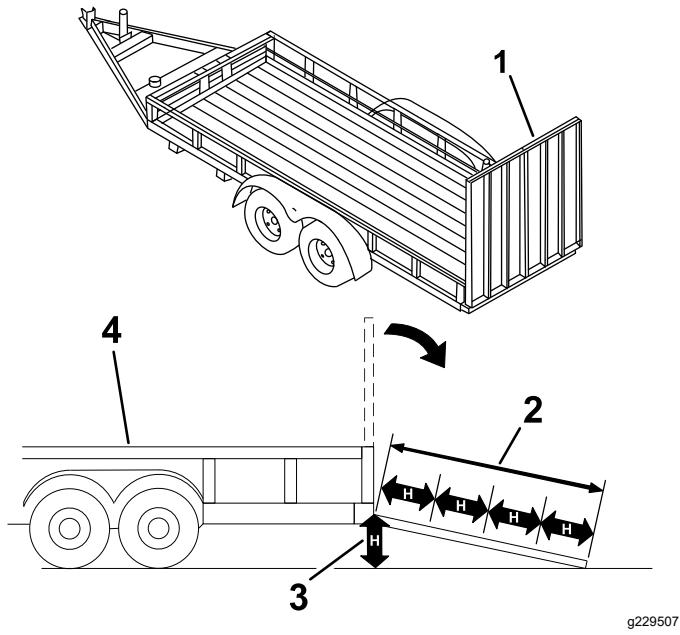

Figura 28
**Cargar o descargar la máquina en/de un remolque o un camión aumenta la posibilidad de vuelco y podría causar lesiones graves o la muerte (Figura 28).**